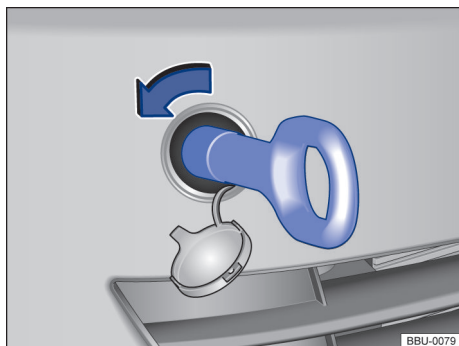

Fig. 155 No para-choque dianteiro à direita: Parafusar a argola de reboque.
- Rosquear a argola de reboque tão firme quanto possível **no sentido anti-horário** no alojamento → Fig. 155 → ⓘ. Utilizar um objeto apropriado com o qual a argola de reboque possa ser rosqueada totalmente e com firmeza no alojamento.